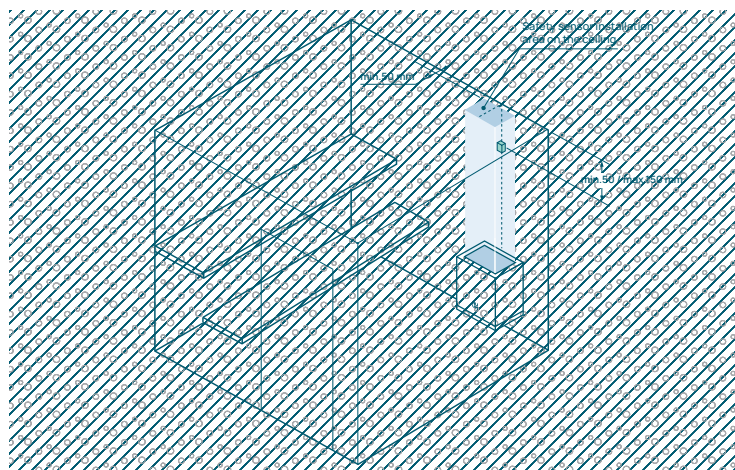

Figure 1. Mise en place du capteur de température/sécurité.
* - Les distances minimales de sécurité au plafond ne sont valables que si le capteur de température/sécurité est placé dans la zone désignée sur le mur ou le plafond comme indiqué dans la Figure 1.
* – Les distances minimales de sécurité au plafond ne sont valables que si le capteur de température/sécurité est placé dans la zone désignée sur le mur ou le plafond comme indiqué dans la Figure 1.
* - Les distances de sécurité minimales par rapport au plafond ne sont valables que si le capteur de température/sécurité est placé dans la zone désignée sur le mur ou le plafond comme indiqué dans la Figure 1.